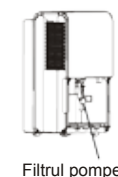

Fig. 12
- Scoateți sertarul de apă, și curățați filtrul pompei (Fig. 12)